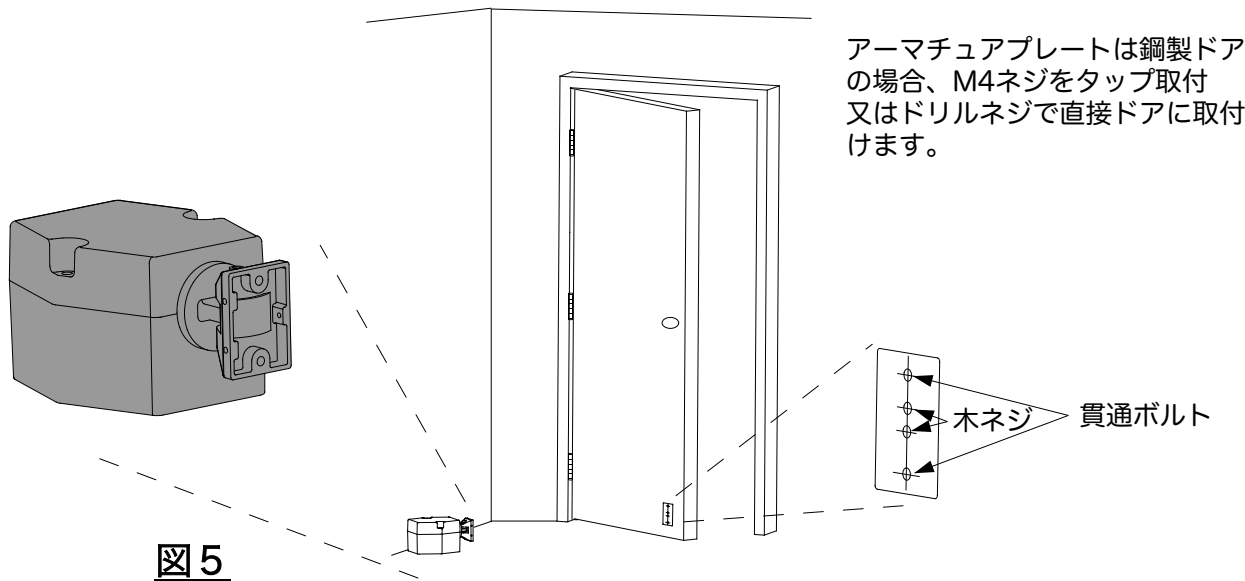

図5
- 2：(図5)アーマチュアプレートをマグネット・ドアホルダー本体に当てます。マグネットに電源を入れた状態でテストしてください。電源がない場合は、アーマチュアを手で持って固定します。